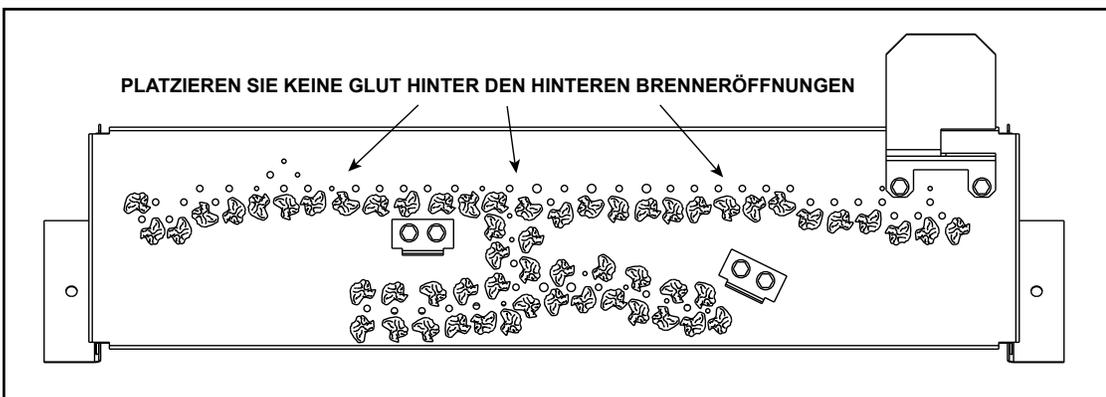

Abbildung 56. Platzierung der Glut
- Platzieren Sie die kleinen Glutstücke auf der Oberseite des Brenners um die Brenneröffnungen (Abbildung 56). Drücken Sie die Glut NICHT in die Brenneröffnungen. Decken Sie die Oberseite des Brenners mit einer Einzelschicht aus Glut ab. Platzieren Sie KEINE Glut hinter der rückseitigen Reihe von Brenneröffnungen (siehe Abbildung 56).